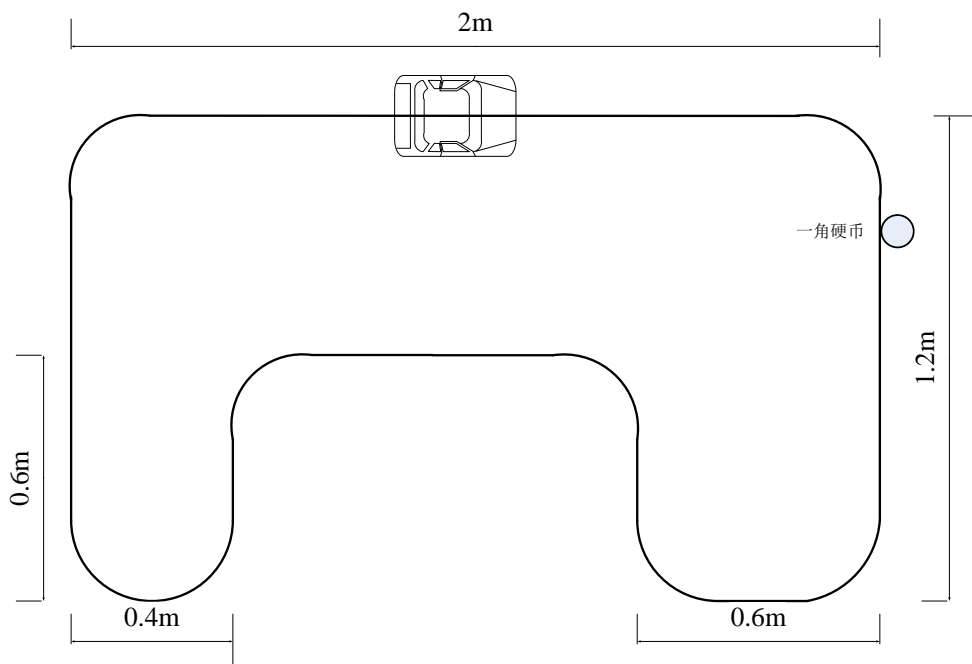

图 1 跑道示意图
设计制作一个自动循迹小车。小车采用一片 TI 公司 LDC1314 或 LDC1000 电感数字转换器作为循迹传感器，在规定的平面跑道自动按顺时针方向循迹前进。跑道的标识为一根直径 0.6~0.9mm 的细铁丝，按照图 1 的示意尺寸，用透明胶带将其贴在跑道上。图中所有圆弧的半径均为为 20cm±2cm。
- (1) 在图 1 小车所在的直线区任意指定一起点（终点），小车依据跑道上设置的铁丝标识，自动绕跑道跑完一圈。时间不得超过 10 分钟。小车运行时必须保持轨迹铁丝位于小车垂直投影之下。如有越出，每次扣 2 分。（40 分）
- (2) 实时显示小车行驶的距离和运行时间。（10 分）
- (3) 在任意直线段铁丝上放置 4 个直径约 19mm 的镀镍钢芯硬币（第五套人民币的 1 角硬币），硬币边缘紧贴铁丝，如图 1 所示。小车路过硬币时能够发现并发出声音提示。（20 分）
- (4) 尽量减少小车绕跑道跑完一圈运行时间。 (25 分)
- (5) 其他。 ( 5 分)
- (6) 设计报告 (20 分)